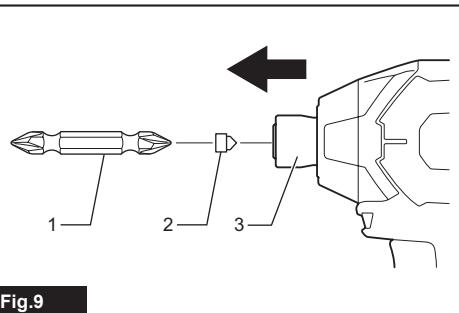

Fig.9
► Рис.9: 1. Муфта 2. Закрыть 3. Открыть